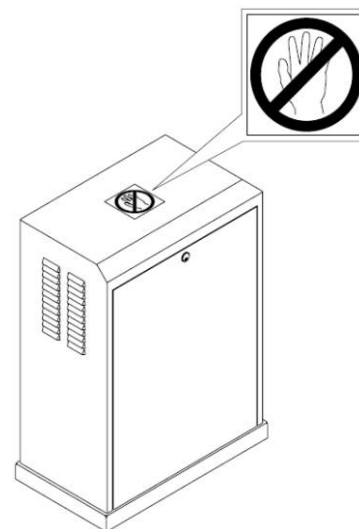

рис. 20
- Прикрепите предупреждающую табличку (рис. 20).